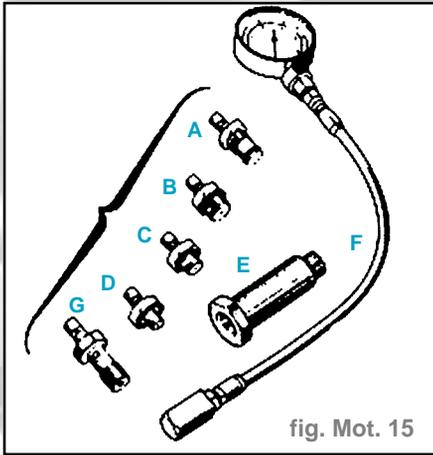

fig. Mot. 15
- Utiliser le coffret **Mot. 836-05** (fig. Mot. 15)
- Visser le raccord (C) à la place du manoccontact (fig. Mot. 15)
- Raccorder le manoccontact de contrôle (F) au raccord (E)